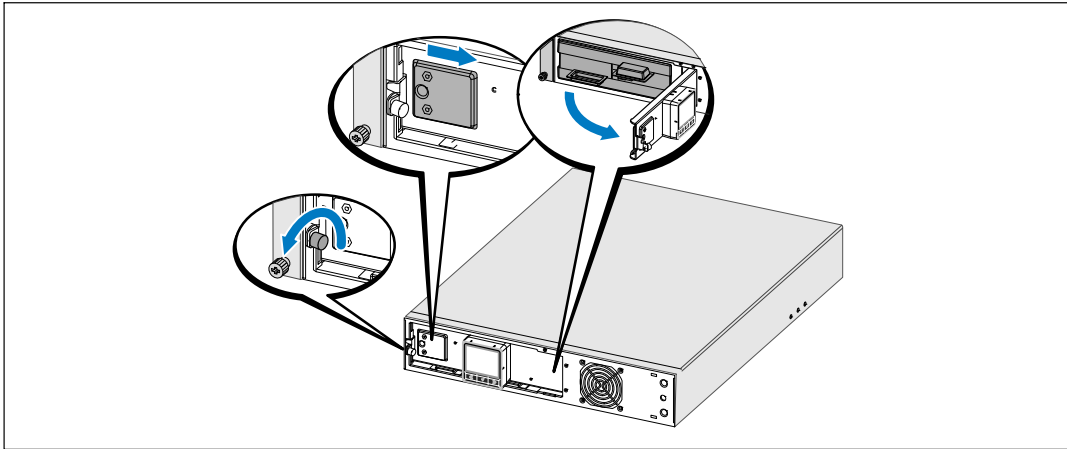

Figure 20. Ouverture du Couvercle Métallique des Batteries
- 2 Desserrez la vis à oreilles sur le couvercle métallique des batteries, faites glisser le couvercle vers la droite et ouvrez (voir Figure 20).